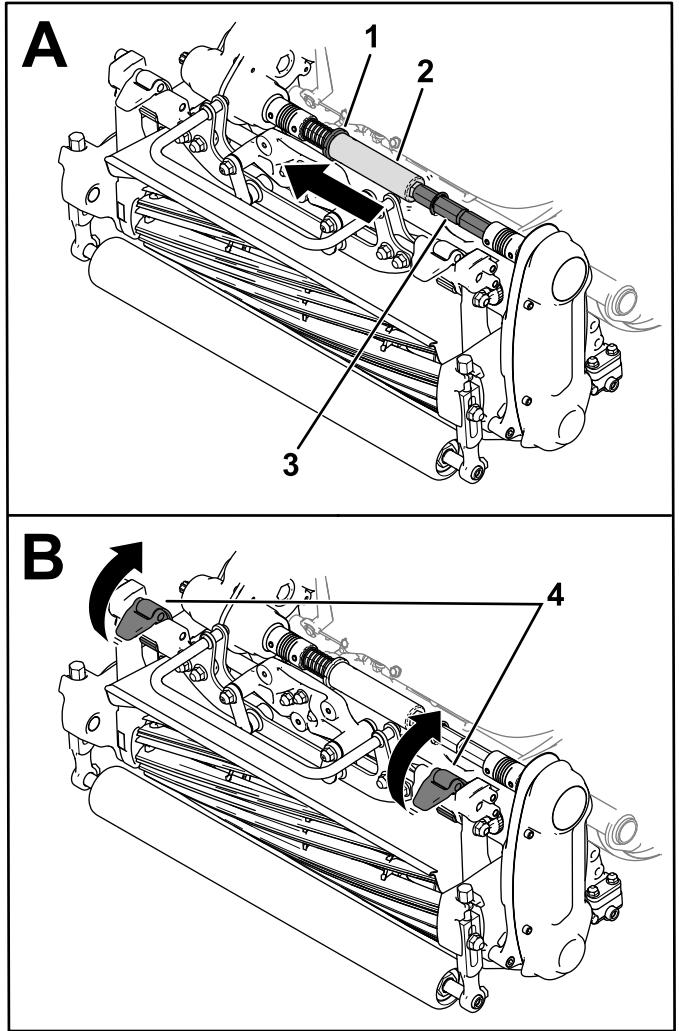

Рисунок 38
3. Введите обойму (Рисунок 38) в канавку вала трансмиссии.
4. Отведите трубку с внутренним шестигранником от соединительного вала режущего блока (Рисунок 38).
5. Переведите защелки подвески вверх, чтобы освободить режущий блок от машины (Рисунок 38).